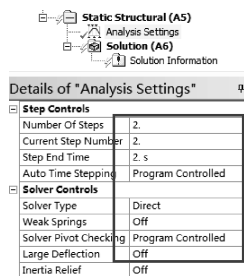

图 2-37 非线性设置
(1) 单击【Static Structural (A5)】。
(2) 非线性设置：单击【Analysis Settings】→【Details of “Analysis Settings”】→【Step Controls】→【Number Of Steps】= 2，【Current Step Number】= 2，【Step End Time】= 2；【Solver Controls】→【Solver Type】= Direct，【Weak Spring】= Off，其他默认，如图 2-37 所示。
(3) 施加预紧力：施加第 1 载荷步：首先在标准工具栏中单击 ，然后选择螺栓杆面，接着在环境工具栏中单击【Loads】→【Plot Pretension】→【Details of “Plot Pretension”】→【Definition】→【Define